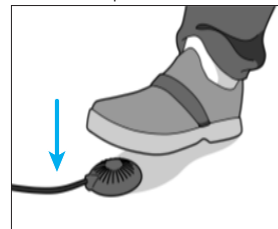

Fig. 15
1. Tryck bestämt på fläktpedalen med foten för att aktivera den (fig. 15 eller fig. 16).